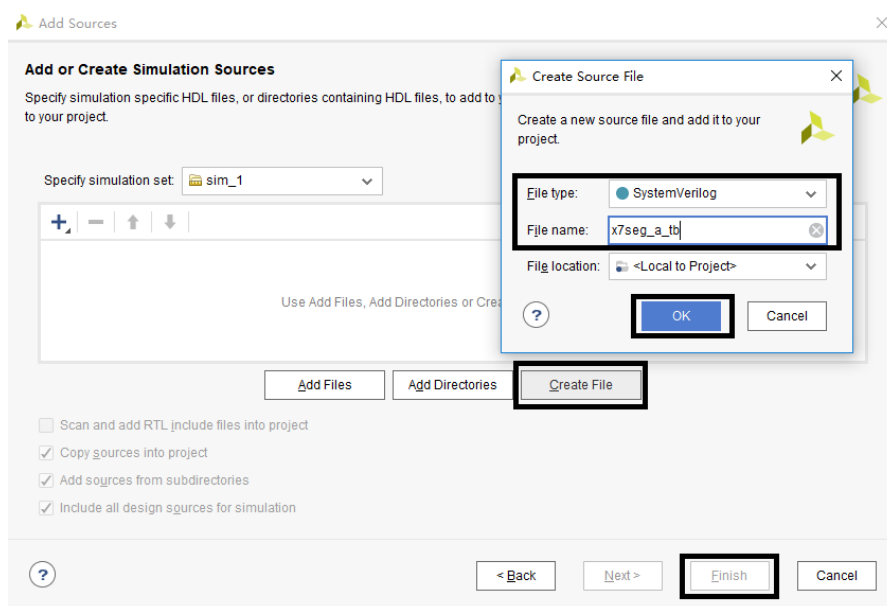

图 1-17 创建仿真文件
(3). 在弹出的 Add or Create Simulation Sources 窗口中，如图 1-17 所示，点击 Create File 按钮，弹出 Create Source File 界面，用于创建仿真文件。在 File type 下拉菜单中选择 SystemVerilog，在文本框 File name 中输入 x7seg\_a\_tb，其他选项默认，即创建了一个名为 x7seg\_a\_tb 的仿真测试文件，单击 OK，退出该界面。最后，点击 Finish，完成测试文件的添加。